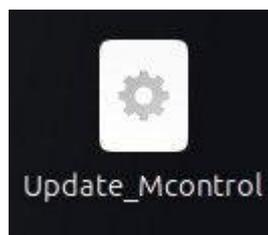

Рисунок II-56 – Файл «Update\_Mcontrol»
- 2) Запустите файл «Update\_Mcontrol» на рабочем столе (см. Рисунок II-56).